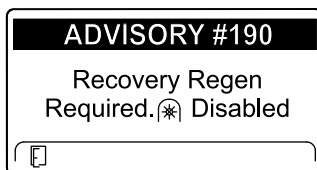

Figura 46
- É necessária uma regeneração de recuperação – tomada de força desativada AVISO N.º 190 (Figura 46)